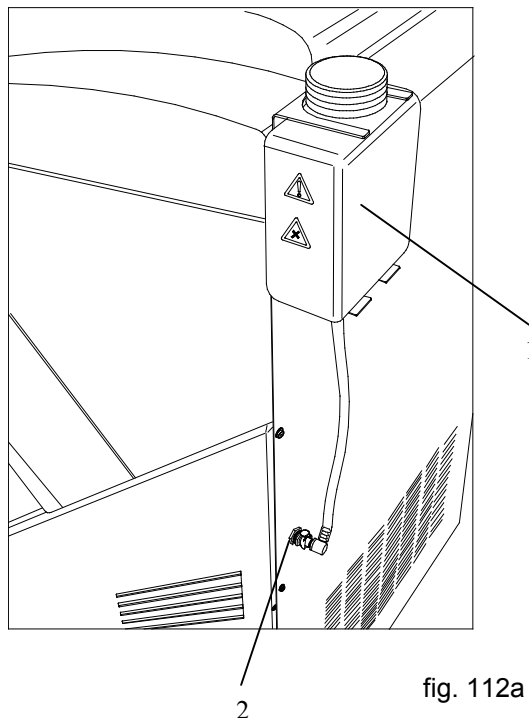

fig. 112a
Antes de poner en marcha la Opción D debe montarse el soporte para el recipiente (fig. 112a.1) del medio desinfectante en la parte posterior del aparato (fig. 112a) utilizando dos tornillos.
- Introducir a continuación el empalme instantáneo de la parte posterior del aparato (fig. 112a.2).
- Llenar el recipiente de la parte posterior con desinfectante (fig. 112a). Antes de realizar esta acción, comprobar la fecha de caducidad y las indicaciones sobre peligros del desinfectante correspondiente. Siga igualmente las instrucciones del fabricante en cuanto a la manipulación, la conservación y la eliminación del medio desinfectante utilizado. Tenga también en cuenta las indicaciones del fabricante en caso de producirse un escape involuntario.